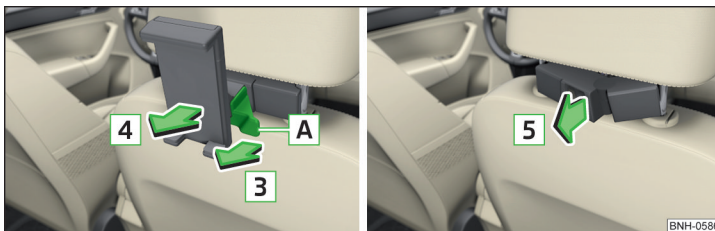

Abb. 101 Abnehmen: Halter / Adapter
- Zum **Abnehmen** an der Sicherungslasche **A** in Pfeilrichtung **3** ziehen und den Halter in Pfeilrichtung **4** aus dem Adapter nehmen » Abb. 101.